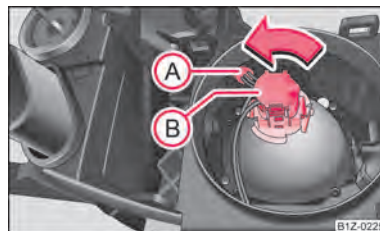

Fig. 183 Desmontaje de las lámparas para la luz de posición y de cruce
- Retirar el portalámparas (A) ⇒ fig. 183.
- Girar el conector junto con la bombilla (B) hacia la izquierda, hasta la tope, y retirarlo ⇒ fig. 183.